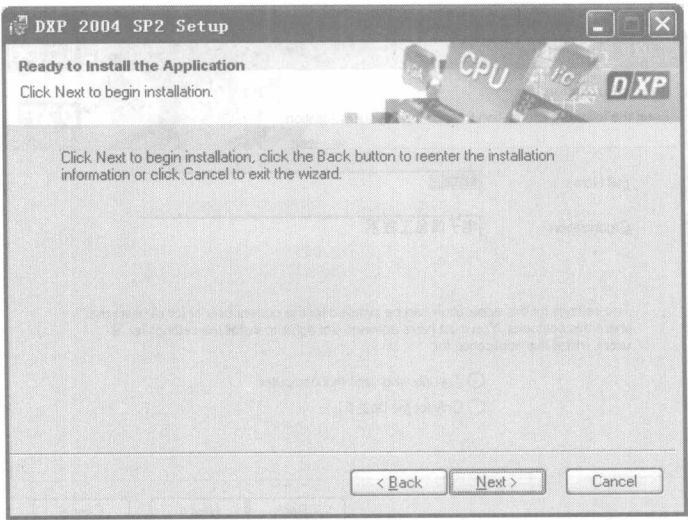

图 1-5 准备安装画面
5. 单击 **Next >** 按钮,弹出如图 1-5 所示的准备安装窗口,提示即将开始进行 Protel DXP 2004 的安装。